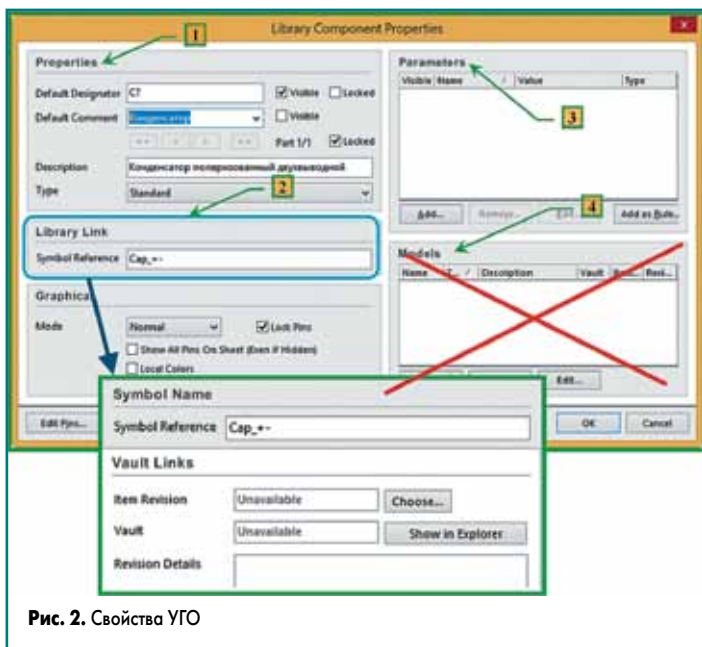

Рис. 2. Свойства УГО
1. В разделе **Properties** установите (рис. 2):